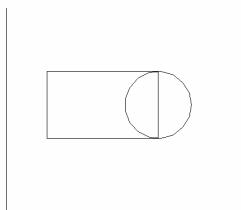

图 15-15 矩形和圆形面域对象
(1) 建立一个矩形和一个圆形的面域。如图 15-15 所示。